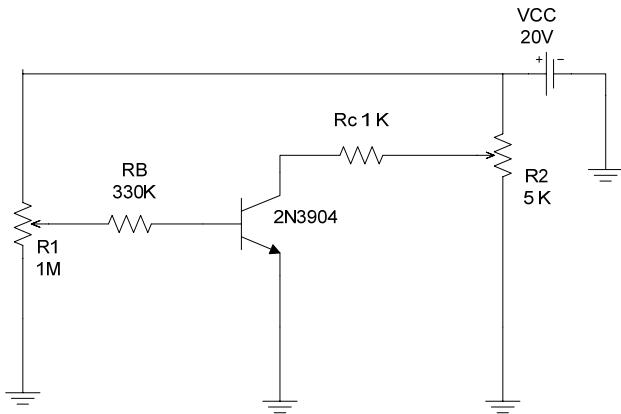
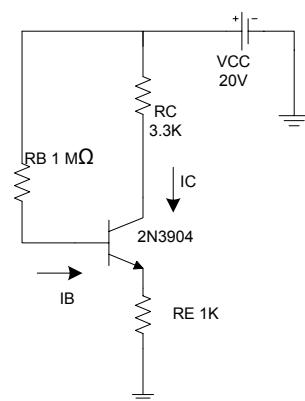

FIG 1.- CARACTERISTIQUES DU TRANSISTOR BIPOLAIRE
FIG. 2.- POLARISATION PAR RÉSISTANCE DE BASE
- 1.- Construire le circuit de la Figure 1
1.- Construire le circuit de la Fig. 2.
9.- Lequel des circuits de la Fig. 1 ou Fig. 2 est le plus stable par rapport aux variations de β ?